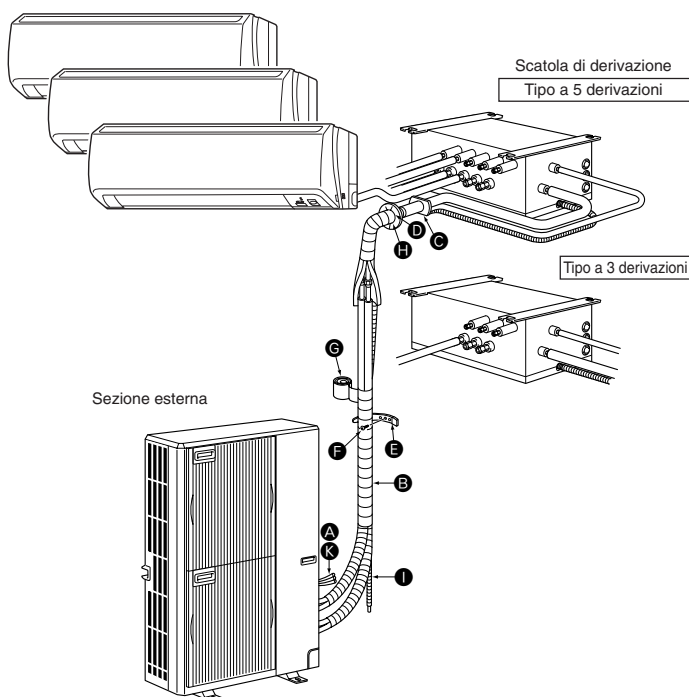

Fig. 2-1
2.1. Prima dell'installazione (Fig. 2-1)